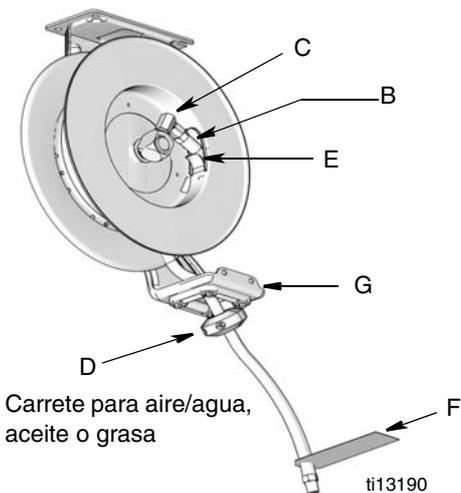

FIG. 21
5. Desconecte la manguera (B) de la unión giratoria (C). (FIG. 21)
6. Instale el tope de la manguera (D) en el extremo de la manguera. Si la manguera tiene una etiqueta de advertencia, el tope debe instalarse en el mismo extremo de la manguera que la etiqueta de advertencia (F).
8. Pase el extremo de la manguera (B) por la guía de la manguera (G) y después por el agujero (E) del carrete (FIG. 21).